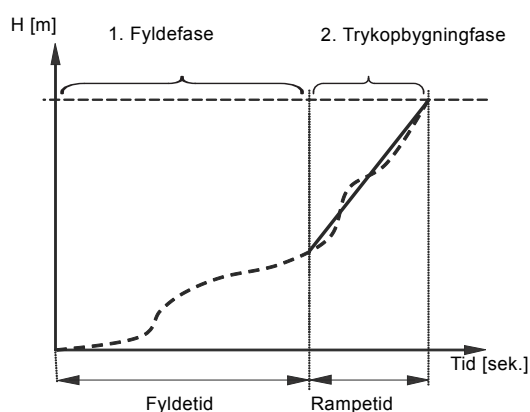

Fig. 32 Fylde- og trykopbygningsfase
2. Når anlæggets tryksensor registrerer at rørinstallationen er fyldt med vand, øges trykket indtil sætpunktet er nået. Se fig. 32.